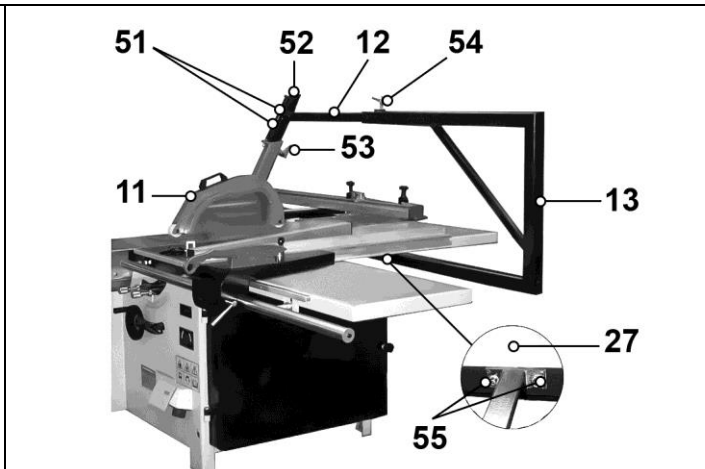

Рис. 13
8.5. Установка защитного кожуха пильного диска, Рис. 13, 14
8.5.1. Как показано на Рис.13, установите и болтами (55) закрепите на торце рабочего стола (27) кронштейн (13) защитного кожуха (11).